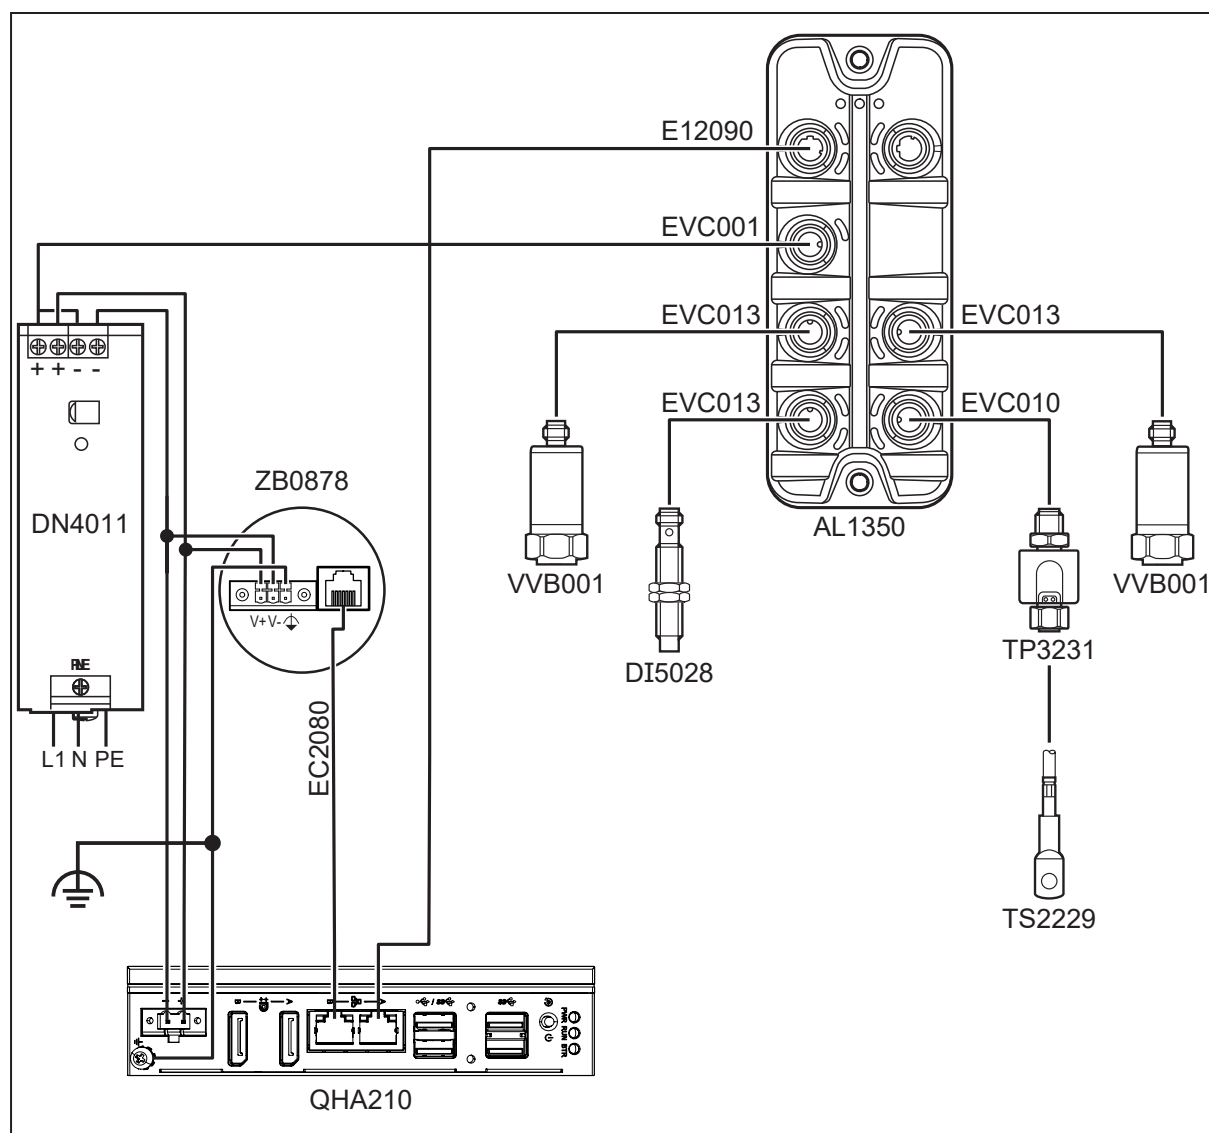

Fig. 4: Plan de connexion
- ▶ Relier les AL1350 et ZB0878 via l'interface Ethernet avec le QHA210, en respectant l'affectation de l'interface (→ Fig. 4).
Respecter la connexion de la terre fonctionnelle (FE) (→ Fig. 4).